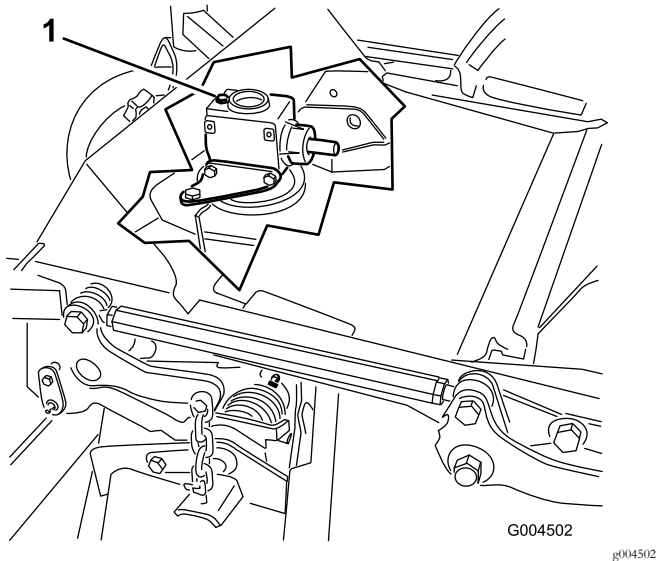

Bild 34
6. Nehmen Sie den Ölpeilstab bzw. die Füllschraube oben am Getriebe ab und stellen Sie sicher, dass das Öl zwischen den Markierungen am Peilstab liegt (Bild 34).
6. Nehmen Sie den Peilstab bzw. die Füllschraube von der Oberseite des Getriebes ab (Bild 34).